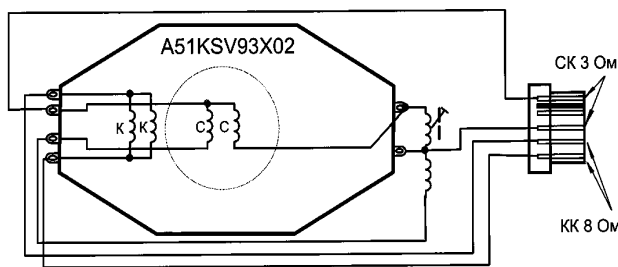

рис.1
1. Кадровые катушки отклоняющей системы переключить с параллельного включения на последовательное (принципиальная схема отклоняющей системы A51KSV93X02 нового кинескопа показана на рис.1). После этого активное сопротивление кадровых катушек составило 36 Ом. При такой доработке обязательно нужно учитывать фазировку обмоток. По крайней мере, в случае неправильного их включения кадровая развертка не работает, и телевизор выключается благодаря схеме защиты от аварийных ситуаций.